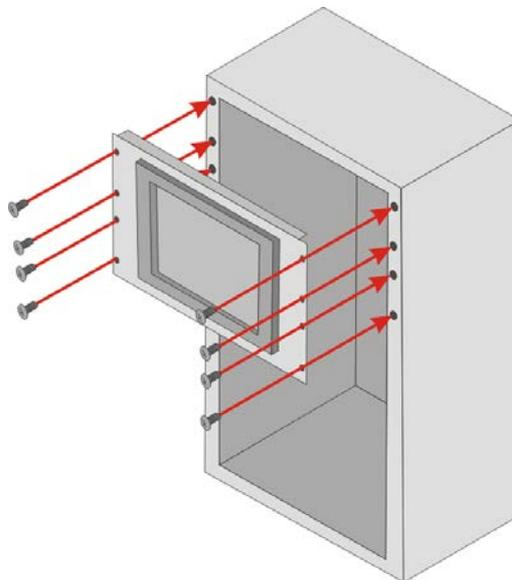

Abbildung 4-19: Montage im Schaltschrank
Schritt 4: Setzen Sie den Halterahmen mit dem Touch Panel PC in den Schaltschrank ein (**Abbildung 4-19**).
Schritt 5: Ziehen Sie die Schrauben des Halterahmens an, bis dieser fest im Schaltschrank sitzt (**Abbildung 4-19**).